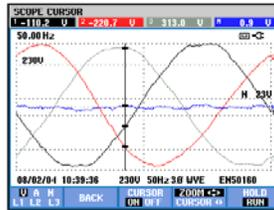

Figura 17-3. Visualización de la forma de onda con el cursor y el zoom activados
- Vuelva a pulsar F4 para que las teclas de flecha realicen las operaciones del zoom, tal como muestra la figura 17.3. Las teclas de flecha hacia la izquierda/hacia la derecha permiten ahora ampliar o reducir las formas de onda horizontalmente. Para ampliar o reducir verticalmente, utilice las teclas de flecha hacia arriba/hacia abajo. Si el cursor está activado, el zoom horizontal funciona simétricamente alrededor del cursor. Si está desactivado, el zoom horizontal se aplica en torno al centro de la pantalla, zona en la que opera el zoom vertical.